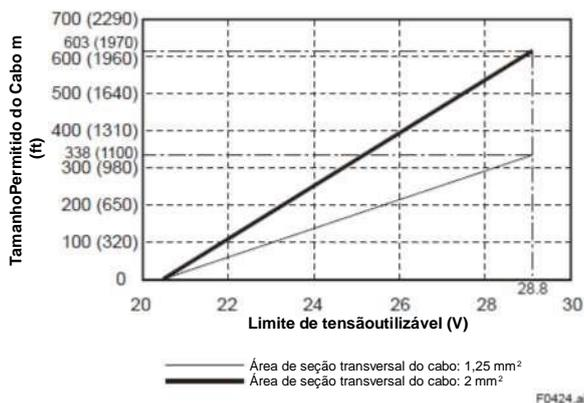

Figura 4.4.2 Alimentação de Energia e Comprimento do Cabo de Alimentação de Energia (Medidor de Vazão Integral e Transmissor Remoto AXG4A)
- Para a versão da fonte de alimentação de 24 V (código da fonte de alimentação -2), a especificação de 24 V (-15% a + 20%) é a tensão de alimentação entre os terminais no transmissor. Devido à queda de tensão por resistência do cabo, a tensão de alimentação deve ser aplicada dentro da faixa da Figura 4.4.2.